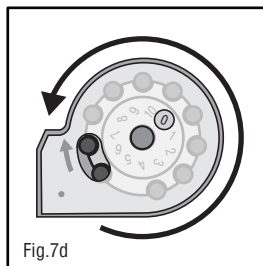

Fig.7d
4. Rotacione a capa no sentido anti-horário e vá inserindo as munições restantes no tambor. Trave a capa na posição inicial e o magazine estará pronto para uso. (Fig.7d)